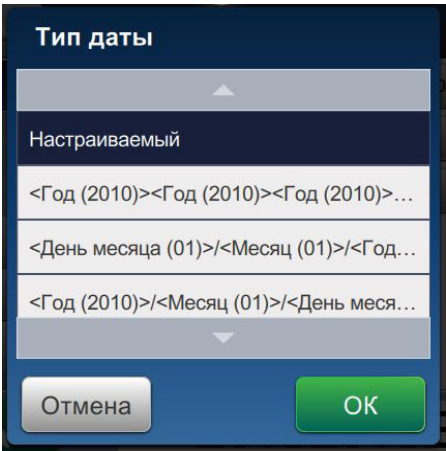

Рис. 5-9: Экран настройки формата даты
1. На экране «Настройка даты» выберите опцию *Настраиваемая* из раскрывающегося списка «Тип даты», как показано на Рис. 5-9. Нажмите кнопку